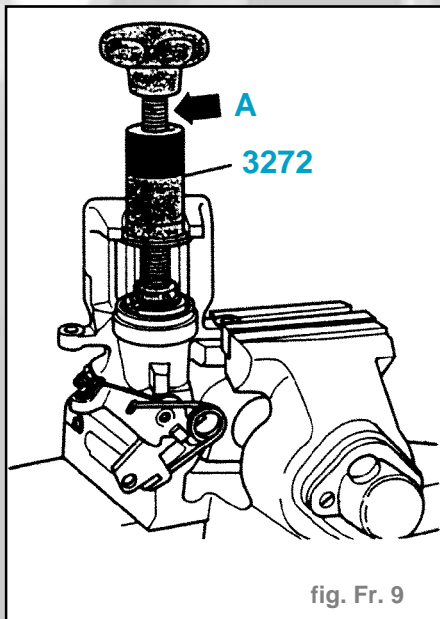

fig. Fr. 9
- Extraire le piston de son logement à l'aide de l'outil **3272** (fig. Fr. 9).
- Visser le piston à fond dans le boîtier d'étrier de frein (fig. Fr. 9).